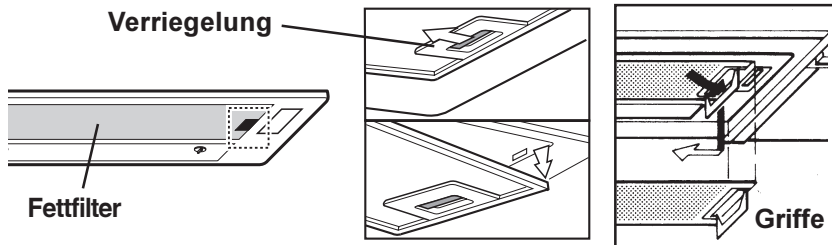

Abb. 4
- Verriegelung der Metallfettfilter zuerst in entgegengesetzte Richtung und dann nach unten ziehen. **Abb. 4.**
- Dazu Griffe hochklappen und Entriegelungen seitlich eindrücken. **Abb. 4.**